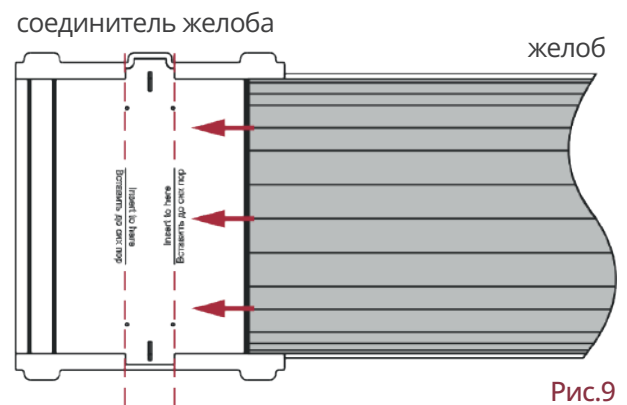

Рис.9
- ① Вставьте внутреннюю кромку желоба в расположенные ближе к стене пазы воронки, кронштейнов, соединителя желобов.
- ② Методом защелкивания зафиксируйте внешнюю кромку желоба во всех элементах. Желоба необходимо вставлять в фитинги (воронка, соединитель желобов, углы желоба) до отметки «Вставить до сих пор» (Рис.9). Это позволяет оставить зазор между желобом и ограничителями фитинга для температурного расширения.